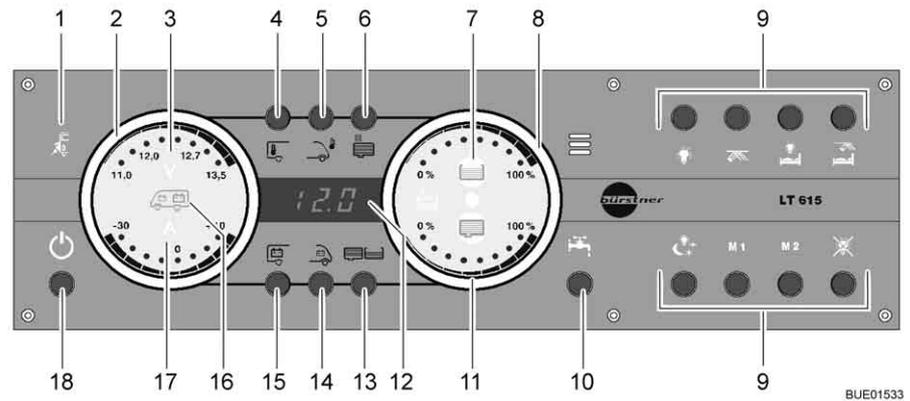

Fig. 154 Painel de controlo LT 615
A luz piloto amarela de 230 V (Fig. 154,1) acende-se, quando à entrada da central elétrica existe tensão de rede. As baterias estão a ser carregadas.
O interruptor principal de 12 V (Fig. 154,18) liga e desliga o painel de controlo e a alimentação de 12 V do habitáculo.
- Prima por breves instantes a tecla da alimentação de 12 V (Fig. 154,18). É ligada a alimentação de 12 V do habitáculo. A indicação de controlo "12 V" acende-se.
- ▷ Quando depois da ligação, o LED "11,0" da indicação da voltagem assim como o símbolo Volt "V" (Fig. 154,3) ficam a piscar no indicador das baterias (Fig. 154,2), então é porque a tensão da bateria do habitáculo está baixa. Carregue a bateria.
- ▷ Quando depois da ligação a indicação de controlo "12 V" e o símbolo Volt "V" (Fig. 154,3) piscam três vezes, então é porque está ativada a separação da bateria. Desative a separação da bateria.
- ▷ Quando o painel está desligado e o símbolo "V" (Fig. 154,3) pisca com luz vermelha, então é porque a bateria está descarregada. Para proteger a bateria de descarregamento total, o painel não pode ser então ligado. Carregue a bateria tão depressa quanto possível.
- Prima por breves instantes a tecla da alimentação de 12 V (Fig. 154,18). É desligada a alimentação de 12 V do habitáculo. A indicação de controlo "Alimentação de 12 V" apaga-se.
- Prima a tecla da bateria do habitáculo (Fig. 154,15) e mantenha-a premida durante aprox. 10 segundos. O símbolo Volt "V" (Fig. 154,3) e a indicação de controlo "12 V" piscam três vezes. A bateria do habitáculo fica desligada da rede elétrica de 12 V.
- Prima a tecla da alimentação de 12 V (Fig. 154,18) e mantenha-a premida durante aprox. 5 segundos. O símbolo Volt "V" (Fig. 154,3) e a indicação de controlo "12 V" piscam três vezes. A bateria do habitáculo está ligada à rede elétrica de 12 V. A indicação de controlo acende-se passados aprox. 5 segundos.
- Prima a tecla Bateria do habitáculo (Fig. 154,15). O símbolo Volt "V" (Fig. 154,3) acende-se. O símbolo de Ampère "A" (Fig. 154,17) acende-se com luz branca ou vermelha de acordo com o nível de carga ou de descarga. A tensão da bateria e a corrente da bateria do habitáculo são indicadas através dos LEDs no indicador. A capacidade restante da bateria do habitáculo é indicada em percentagem no Display.
- Prima a tecla Bateria de arranque (Fig. 154,14). O símbolo Volt "V" (Fig. 154,3) acende-se. A tensão da bateria de arranque é indicada através dos LEDs no indicador.
- Prima a tecla Reservatórios (Fig. 154,13). Os símbolos do reservatório de água (Fig. 154,7) e do reservatório de águas residuais (Fig. 154,11) acendem-se. Os níveis de enchimento do reservatório de água (escala superior) e o do reservatório de águas residuais (escala inferior) são indicados por meio de LEDs no indicador.
O símbolo Reservatório de água (Fig. 154,7) ou o símbolo Reservatório de águas residuais (Fig. 154,11) pisca, quando o reservatório de água está vazio, ou o de águas residuais está cheio.